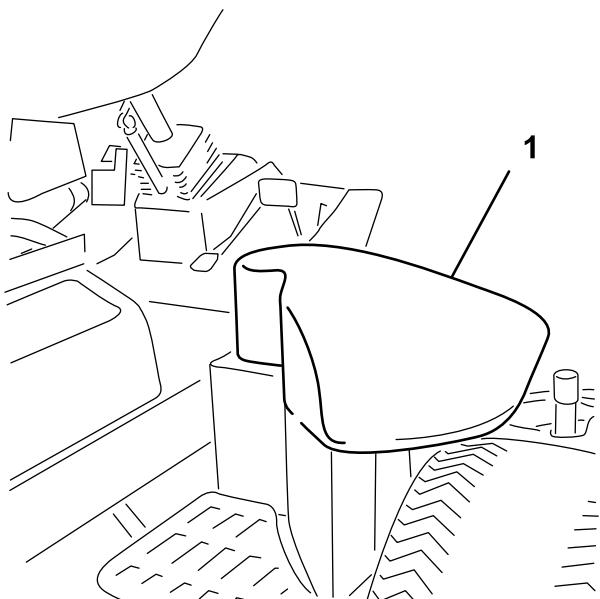

Figure 34
2. Du côté droit de la machine, soulevez le couvercle du réservoir hydraulique (Figure 34).